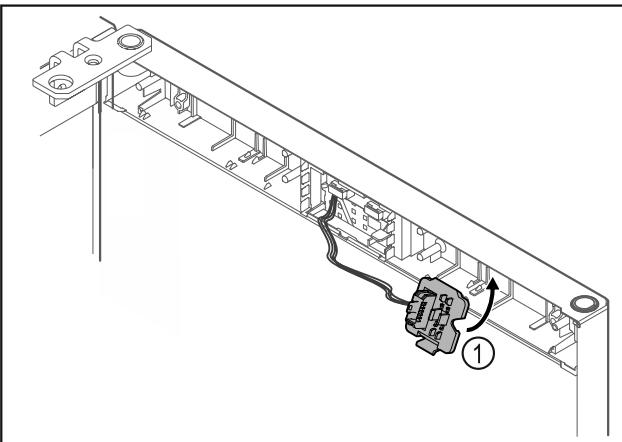

Fig. 21
► Zaistite držiak zástrčky Fig. 21 (1) na opačnej strane.